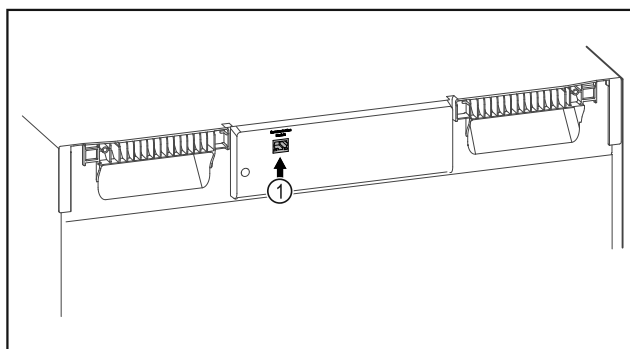

Fig. 89
- Założono SmartModule Fig. 89 [1].